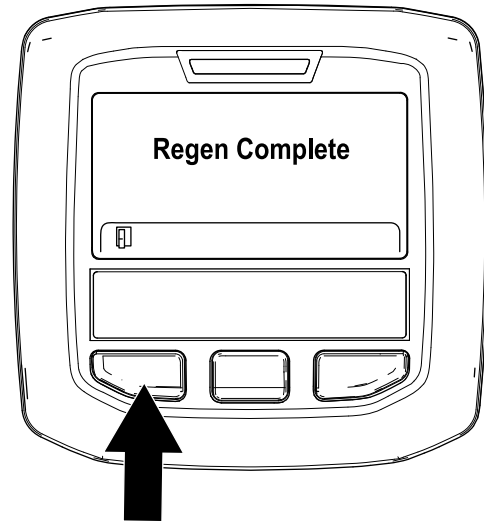

Figure 54
- La régénération en stationnement est terminée quand le message « Regen Complete » (régén. terminée) s'affiche dans l'InfoCenter. Appuyez sur le bouton gauche pour quitter l'écran d'accueil (Figure 54).